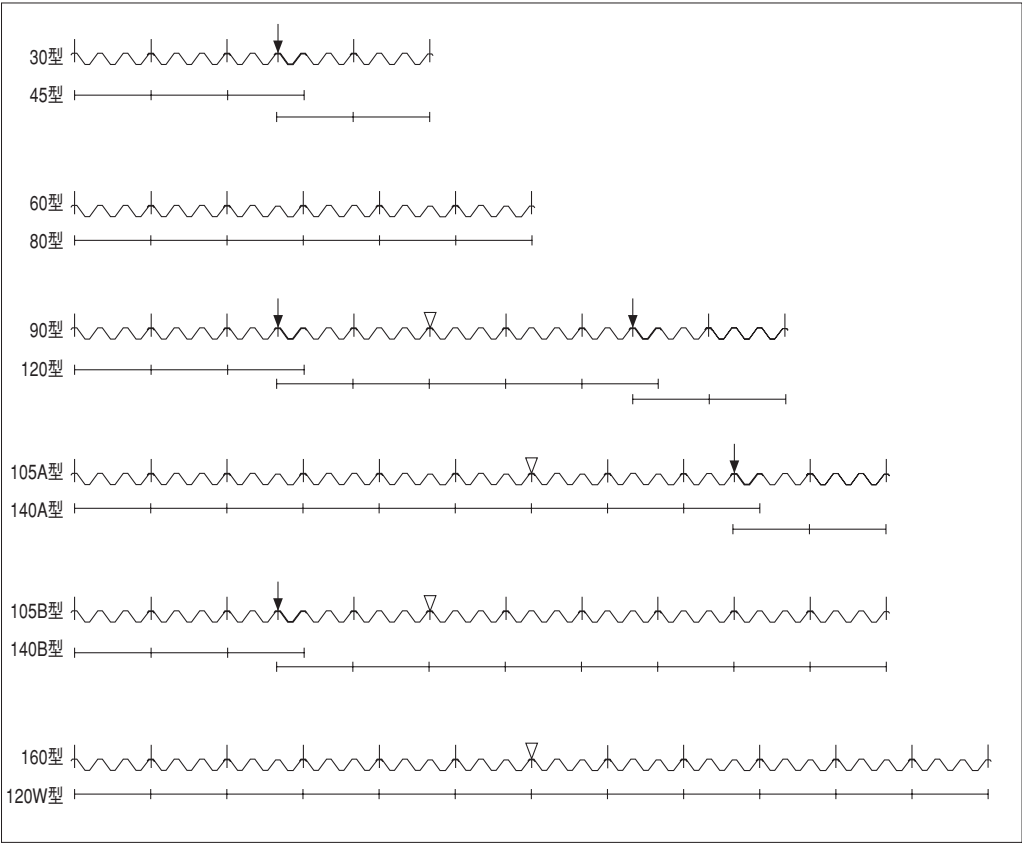

図45
(1) 屋根の後側の▼印の部分及び屋根の前側の▽印の部分に屋根取付後、10φ孔加工をして下さい。(図45・46)